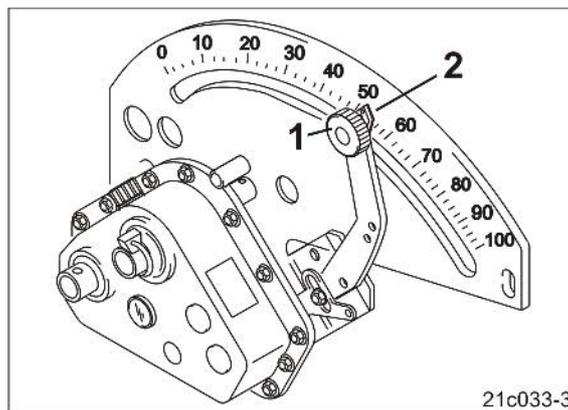

Fig. 144
9. Soltar el cabezal de ajuste (Fig. 144/1).
11. El indicador (Fig. 144/2) de la palanca del engranaje debe ajustarse **desde abajo** sobre el valor de ajuste del engranaje.